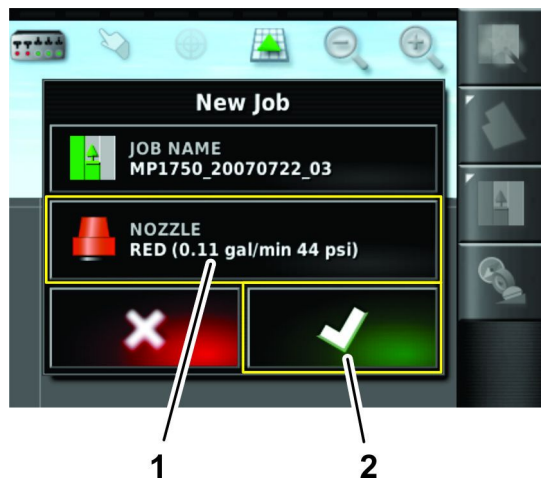

Figura 62
1. Nel menu della nuova attività, premete l'icona dell'Ugello (Figura 62).
3. Premete l'icona di Conferma (Figura 62).